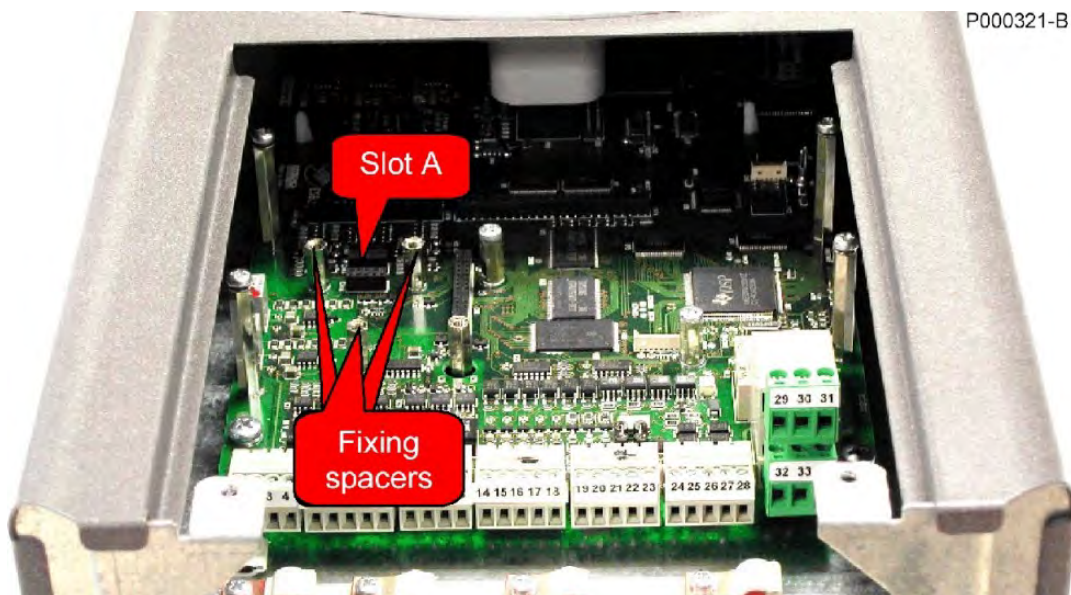

Figura 220: Posizione dello slot A all'interno del coperchio morsettiera Inverter PENTA
3. Rimuovere il coperchio di protezione della morsettiera dell'inverter agendo sulle due viti frontali nella parte bassa del coperchio. Risulta così accessibile lo slot A della scheda di controllo PENTA sul quale va installata la scheda ES860 come visibile in Figura 220.